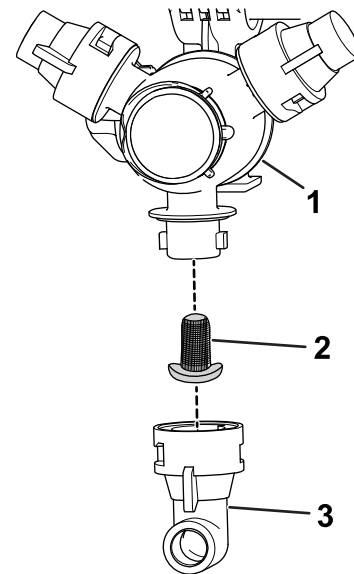

Figura 81
2. Retire o bico da cabeça de pulverização (Figura 81).
3. Retire o filtro do bico (Figura 81).
5. Instale o filtro do bico (Figura 81).
6. Instale o bico na cabeça de pulverização (Figura 81).